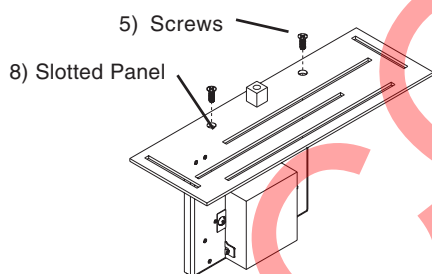
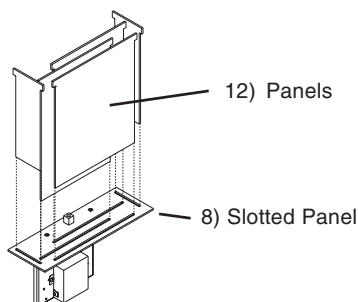
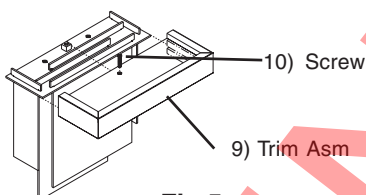

Fig 3
Fig 4
Fig 5
3. **DLSD4**- Align holes in **Slotted Panel (8)** with holes on top of mounting bracket and secure with **Screws (5)** as shown in **Fig 3**. Install panels as shown in **Fig 4**. Slide **Trim Asm (9)** onto slotted diffuser panel aligning holes and secure with **Screw (10)**. **See Fig 5**.
3. **DLSD4-** Alinee los orificios del **panel ranurado (8)** con los orificios en la parte superior de la ménsula de montaje y sujétela con los **tornillos (5)** como muestra la Fig. 3. Instale los paneles como muestra la Fig. 4. Deslice el **ensamble de ajuste (9)** en el panel ranurado del difusor mientras alinea los orificios y ajusta el ensamble con los **tornillos (10)**. Consulte la Fig. 5.